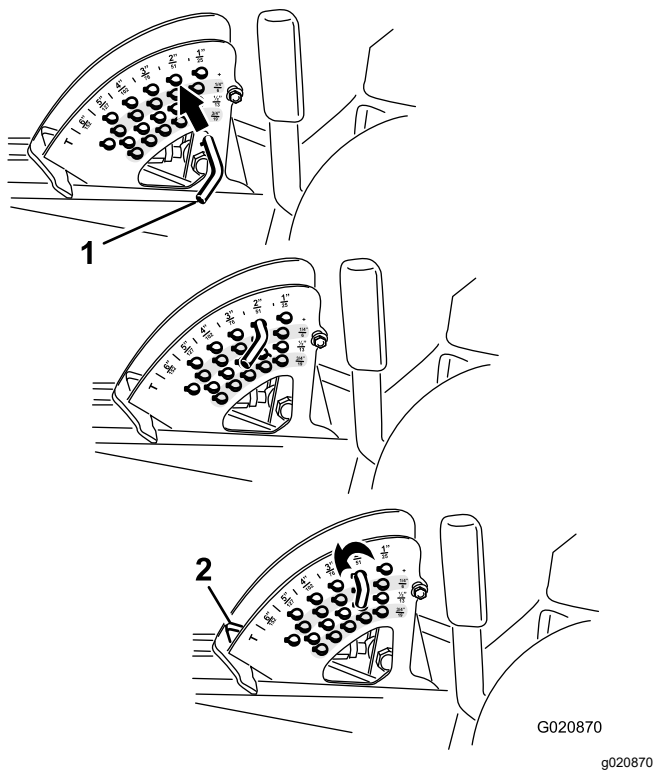

图 25
2. 旋转限位销直至其中的滚销与剪草高度支架孔内的槽在一条线上然后取下限位销图 25。
3. 选择剪草高度支架对应所需剪草高度的孔插入限位销将其向下旋转并锁定到位图 25。
**注意** 共有 4 排孔的位置图 25。最上面的一排是高于限位销的列明剪草高度。其下第二排的剪草高度为列出剪草高度加 6 mm。其下第三排的剪草高度为列出剪草高度加 12mm。最下面一排的剪草高度为列出剪草高度加 18mm。15.8cm 位置仅有 1 个孔位于第二排。此孔不需添加 6mm 即可到达 15.8cm 位置。